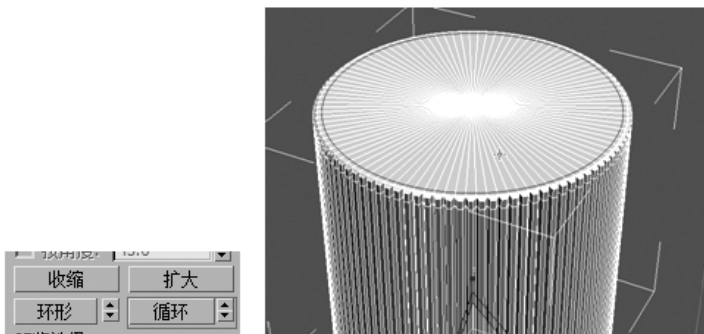

图 4-74 循环选择
Step16: 选择端面上的线, 使用“循环”命令将整个一圈线全部选中, 使用缩放工具将其调至靠近边缘的位置, 如图 4-74 所示。